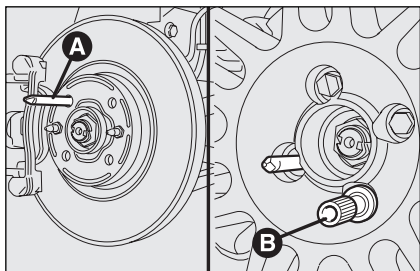

Рис. 9
- заверните шпильку **A**, **рис. 9**, в одно из отверстий в ступице для болтов крепления колеса;